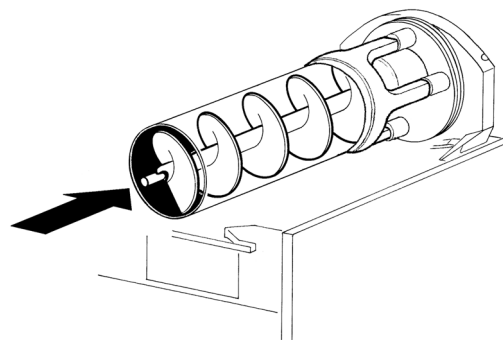

figura 12
- NOTA: El borde de mayor diámetro debe ser apoyado en la pared posterior (ver figura 12).